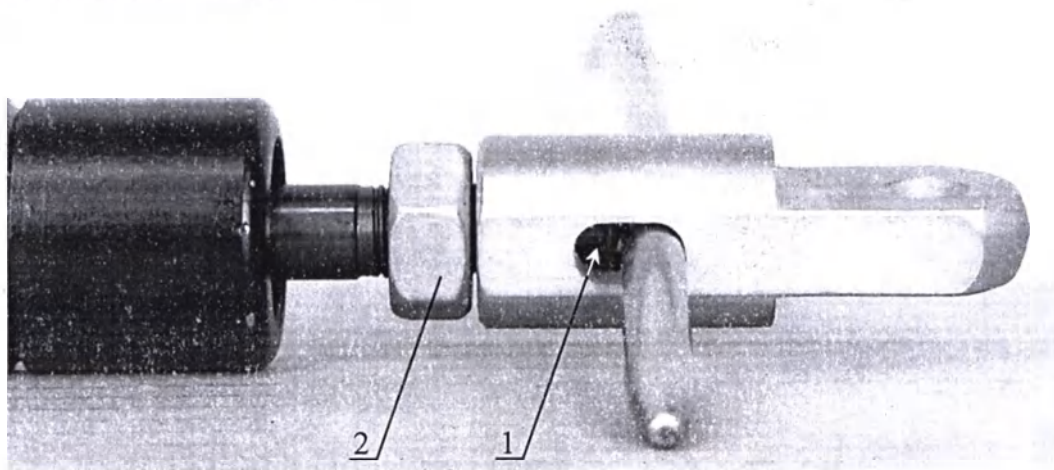

Рисунок 8. Регулировка газовых пружин.
12.3.2 Вставьте пруток $\varnothing 5$ в паз пружины (Рисунок 8) и вверните головку до соприкосновения с фиксатором пружины 1, затяните гайку 2.